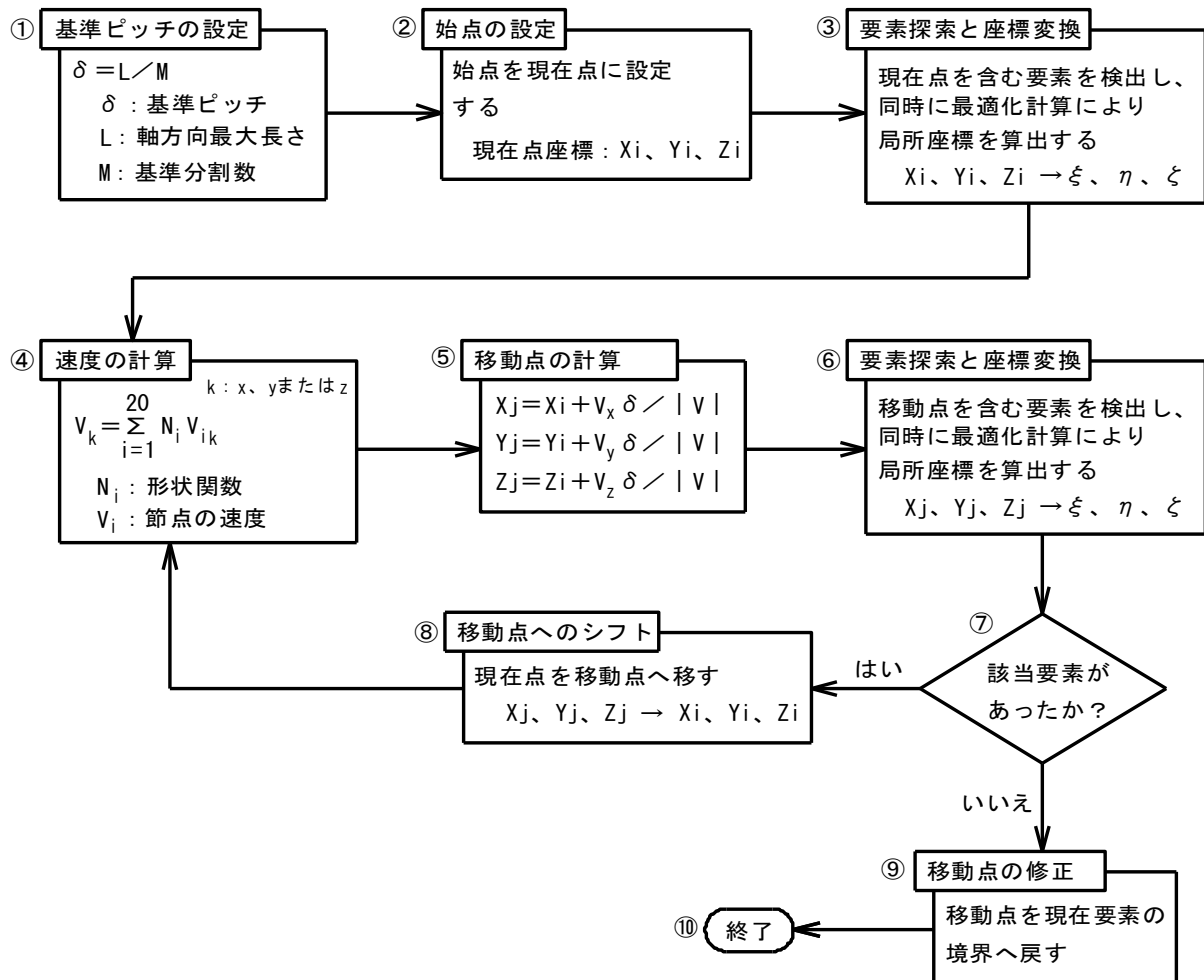

図1-3 流跡線計算のフロー図
3次元流れ解析では、各六面体要素の20節点におけるX、Y、Z軸方向の速度が算出されているものとします。そして、流跡線の始点を与えて、流れ末端までの流跡線を計算するフロー図を図1-3に示します。ここで、流跡線とは各移動点によって構成されます。なお、同図では省略していますが、算出した各移動点の座標を記憶しておき、後で流跡線の作画に使用します。
図1-3において、ポイントとなるのは、③、⑥の「要素探索と座標変換」です。そこでは、現在点または移動点がどの六面体要素にあるかを検出し、同時に最適化計算により局所座標を算出します。局所座標の算出とは、X、Y、Z座標を $\xi$ 、 $\eta$ 、 $\zeta$ 座標に変換することです。この変換の目的は、 $\xi$ 、 $\eta$ 、 $\zeta$ により形状関数を計算し、④の「速度の計算」を行なうためです。局所座標の算出は、形状関数により計算した座標位置と対象点とのずれを最小にする最適化計算により行ないます。最適化計算には、KH法最適化手法を用います。最適化計算の詳細は、算生会「最適化計算」ソフトの説明書、および本ソフトのプログラムを参照してください。